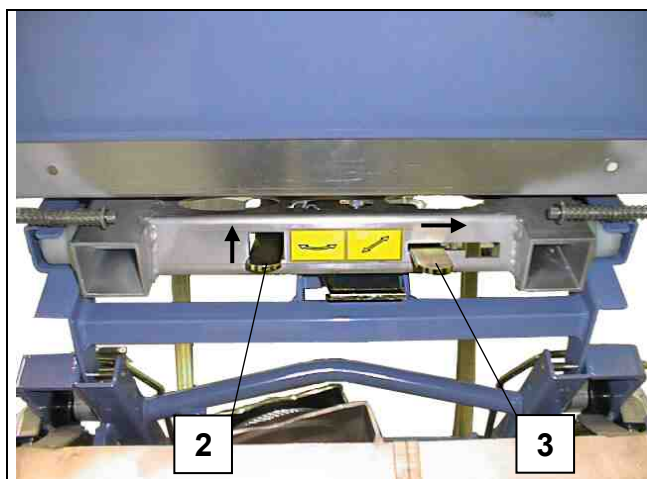

Fig. 54 Levier de verrouillage sur la plateforme
- Pousser le levier de déverrouillage (3) vers la droite et le maintenir brièvement ou le bloquer, afin de pouvoir pousser la plateforme vers l'extérieur (voir Fig. 54).
- Lorsque la plateforme est en butée à l'extérieur, pousser le levier de blocage (2) vers le haut et tourner la plateforme de chargement jusqu'à ce qu'elle se verrouille de nouveau (voir Fig. 54).
- Pousser le levier de verrouillage (Fig. 54, pos. 3) vers la droite et le maintenir ou le bloquer, afin de pouvoir pousser la plateforme vers l'extérieur. Pousser la plateforme complètement à l'extérieur jusqu'à la butée
- Pousser le levier de blocage (Fig. 54, pos.2) vers le haut et tourner la plateforme jusqu'à ce que la ridelle de déchargement (verrouillée) se trouve en direction des rails.
- Tirer la plateforme tournante vers l'intérieur, jusqu'à ce que le levier de verrouillage (Fig. 54, pos.3) s'enclenche à l'avant des rails.